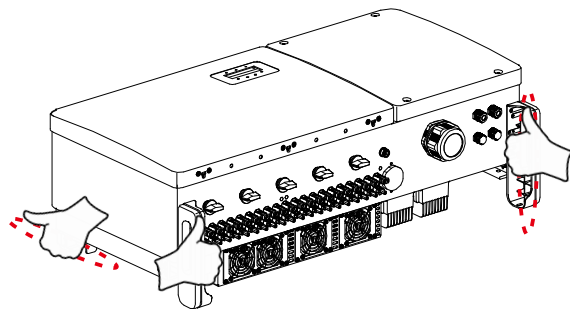

Figura 3.4 Pegas do inversor
2. São necessárias duas pessoas para remover o inversor da caixa de transporte. Utilize as pegas integradas no dissipador de calor para remover o inversor da caixa (consulte a Figura 3.4).